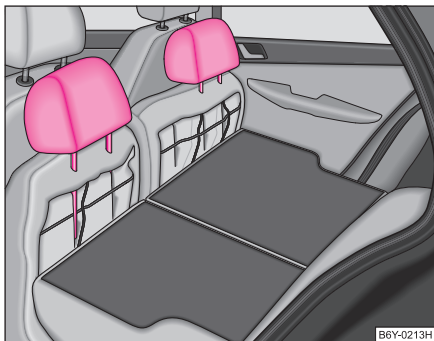

Abb. 53 Rücksitze:
- Die Kopfstützen können in die entsprechenden Öffnungen der vorgeklappten Rücksitzbank eingesteckt werden ⇒ Seite 74, Abb. 53.